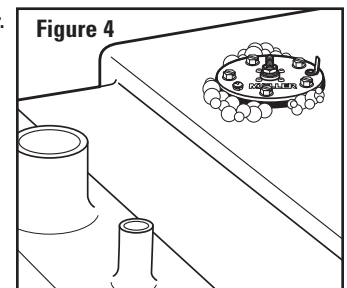

Figure 4
- Alignez les 5 orifices des boulons du joint d'étanchéité avec ceux de la bride de montage qui y correspondent, en plaçant le joint contre la face inférieure du plateau. REMARQUE: LES ORIFICES DES BOULONS NE SONT PAS SYMMÉTRIQUES, IL N'EXISTE QU'UNE SEULE MANIÈRE D'ALIGNER CORRECTEMENT LE JOINT D'ÉTANCHÉITÉ (voir Figure 4).